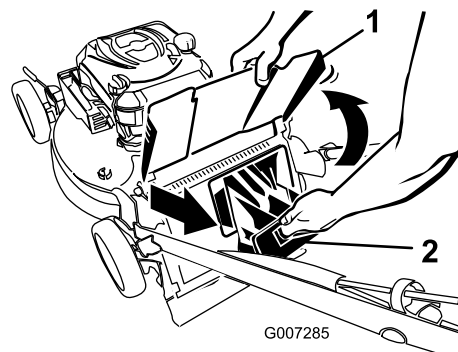

Figure 38
1. Soulevez le déflecteur d'éjection et gardez-le dans cette position (Figure 38).
2. Retirez l'obturateur d'éjection arrière (Figure 38).